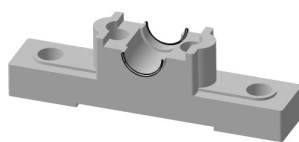

图 5.39.23 倒角 1
Step13. 创建如图 5.39.23 所示的特征倒角 1。倒角长度值为 0.50。